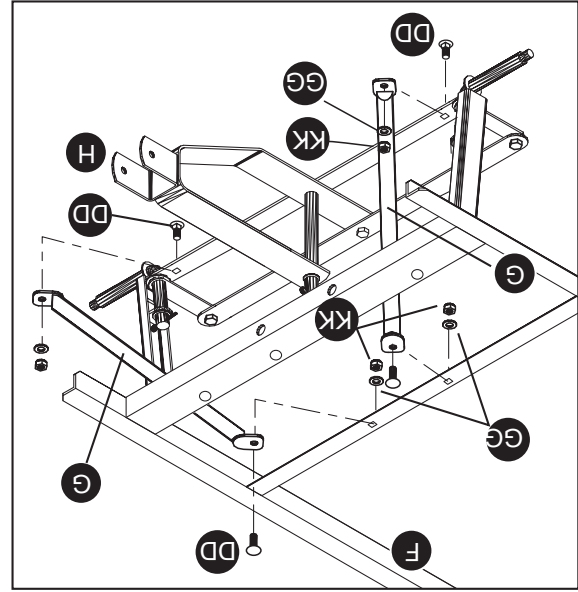

Fig. 2
2. Attach the front struts (G) to connect the the front axle assembly (H) to the front frame (F) using four M8 x 20mm carriage bolts (DD), using four M8 lock nuts (KK), and four M8 washers (GG), as shown in Fig. 2.
2. Fije los puntales delanteros (G) para conectar el ensamble del eje frontal (H) a la estructura delantera (F) con cuatro pernos cabeza de hongo M8 x 20 mm (DD), cuatro contratuercas M8 (KK) y cuatro arandelas M8 (GG), como se muestra en la Fig. 2. Apriete firmemente todos los pernos de los pasos 1 y 2.